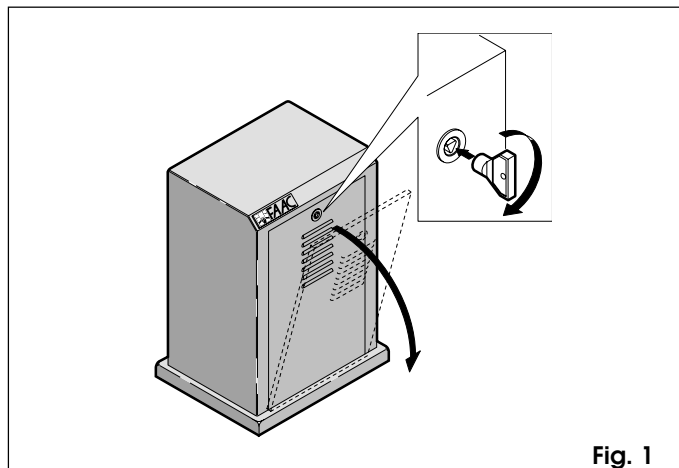

Fig. 1
- Откройте дверцу корпуса, используя прилагаемый треугольный ключ (см. рис. 1).